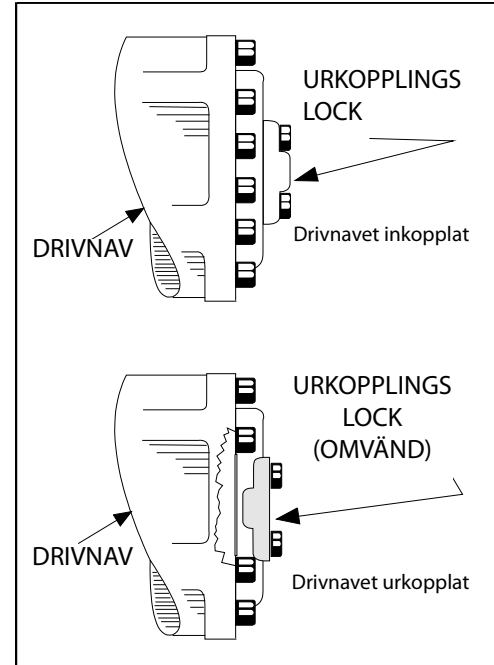

Fig. 4-6. Nav för urkoppling av drev
3. Koppla ur drivnaven genom att vända på urkopplingslocket. Se Fig. 4-6., Nav för urkoppling av drev.